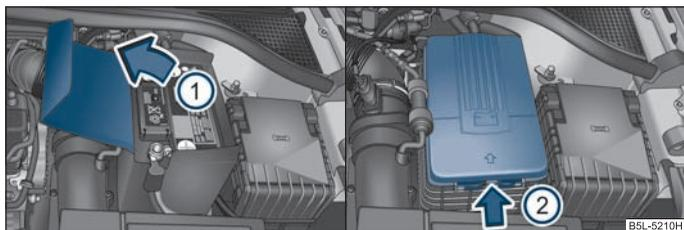

Fig. 170 Vano motore: coperchio di poliestere della batteria della vettura / coperchio di plastica della batteria della vettura
La batteria si trova nel vano motore all'interno di un coperchio di poliestere ⇒ fig. 170 lato sinistro o in un coperchio di plastica ⇒ fig. 170 - lato destro.
- Aprire il coperchio batteria nel senso della freccia ① o premere il bloccaggio al lato del coperchio batteria nel senso della freccia ② ⇒ fig. 170, aprire il coperchio e rimuoverlo.
Durante i lavori sulla batteria il bordo del coperchio di poliestere della batteria ⇒ fig. 170 lato sinistro viene inserito tra la batteria e la parete laterale del coperchio della batteria. ■